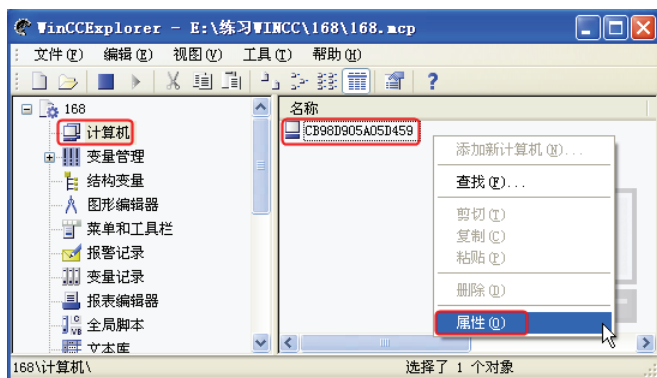
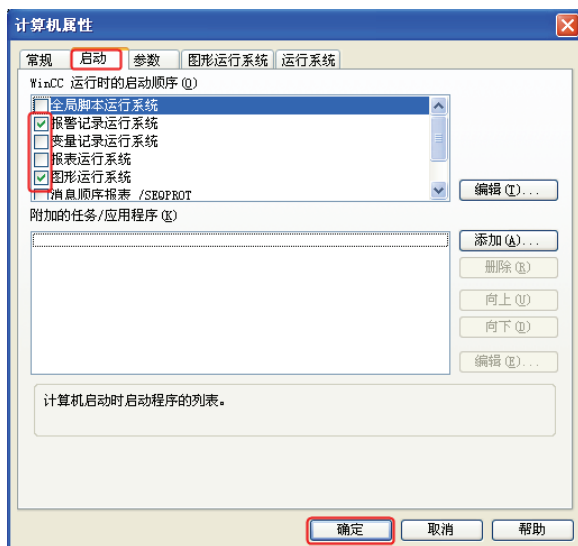

图 6-31 打开“计算机属性”对话框
图 6-32 激活“报警运行系统”
3) 修改启动中的选项。如图 6-31 所示, 在资源管理器中, 选中“计算机”, 再选中右侧的计算机名 (与不同的计算机相关), 单击鼠标右键, 弹出快捷菜单, 单击“属性”命令, 打开“计算机属性”对话框, 如图 6-32 所示, 选中“启动”选项卡, 勾选“报警记录运行系统”和“图形运行系统”, 单击“确定”按钮即可。